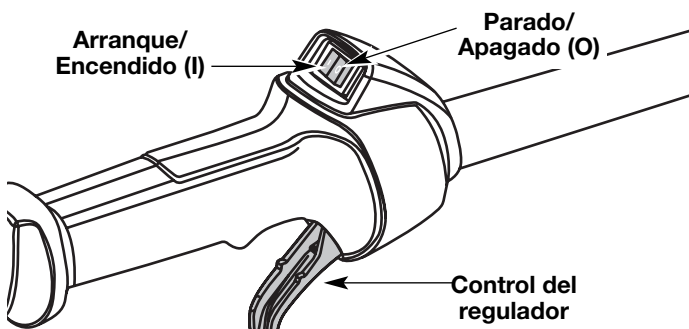

Fig. 8
NOTA: No hay necesidad de colocar el control en la posición ENCENDIDO. El control de encendido y apagado está en la posición ENCENDIDO (I) en todo momento (Fig. 8).
2. Oprima el control de encendido y apagado en la posición APAGADO (O) y manténgalo oprimido hasta que la unidad haya dejado de funcionar por completo. (Fig. 8)